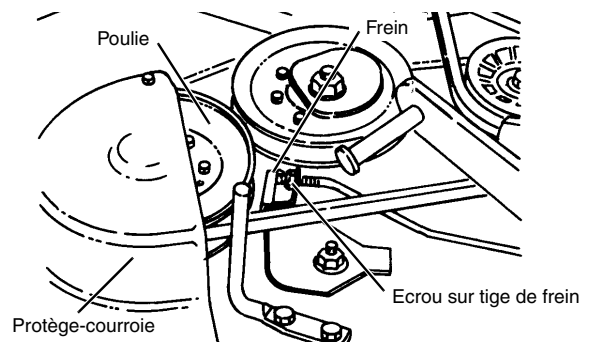

FIGURE 25
- Mesurer la distance entre la surface du frein et la surface de la poulie de freinage (voir FIGURE 25).